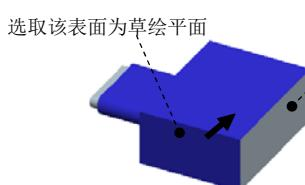
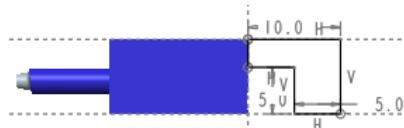
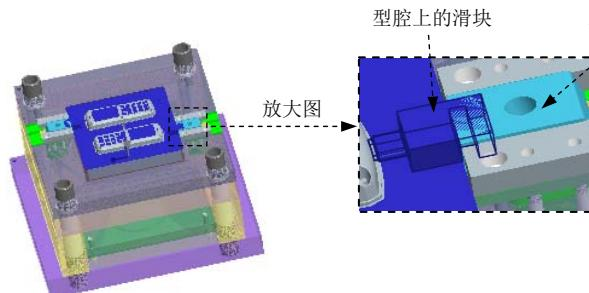

图 31.77 定义草绘平面
图 31.78 截面草图
图 31.79 定义型腔开槽
Step12. 编辑斜导柱滑块1。在模型树中选择装配体 节点下的 并右击，在弹出的快捷菜单中选择 **打开** 命令；单击 **模型** 功能选项卡 **形状** ▾ 区域中的 按钮，此时系统弹出“拉伸”操控板；右击，从弹出的菜单中选择 **定义内部草绘...** 命令；在系统 的提示下，选取图 31.77 所示的表面为草绘平面，然后选取图 31.77 所示的表面为参考平面，方向为 **右**，然后单击 **草绘** 按钮，系统进入截面草绘环境绘制图 31.78 所示的截面草图，完成截面的绘制后，单击“草绘”操控板中的“确定”按钮 ；在操控板中选取深度类型 （到选定的），选取草绘平面的背面为拉伸终止面；在“拉伸”操控板中单击 按钮，完成特征的创建；选择下拉菜单 **文件** → 命令；单击 **应用程序** 功能选项卡 **工程** 区域中的“模具有布局”按钮 ，此时系统弹出“**模具型腔**”菜单，在下拉菜单中选择 **Cavity Pocket (型腔腔槽)** → **Pocket CutOut (腔槽开孔)** 命令，系统弹出“选择”对话框，根据系统 的提示，选取图 31.79 所示的斜导柱滑块，单击 **确定** 按钮；再根据系统 的提示，选取图 31.79 所示的型腔上的滑块，单击 **确定** 按钮，在系统弹出的“**选项**”菜单中，选择 **Done (完成)** → **Done/Return (完成/返回)** 命令；再次单击 **应用程序** 功能选项卡 **工程** 区域中的“模具有布局”按钮 ，关闭对话框。